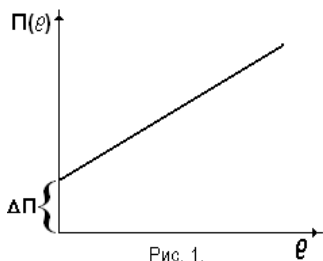

Рис. 1.
8. Закономерности изменения технического состояния механизмов машины (рис. 1,2,3) описываются математически функцией  $\Pi(t) = Vc\alpha + Z(t) + \Delta\Pi$